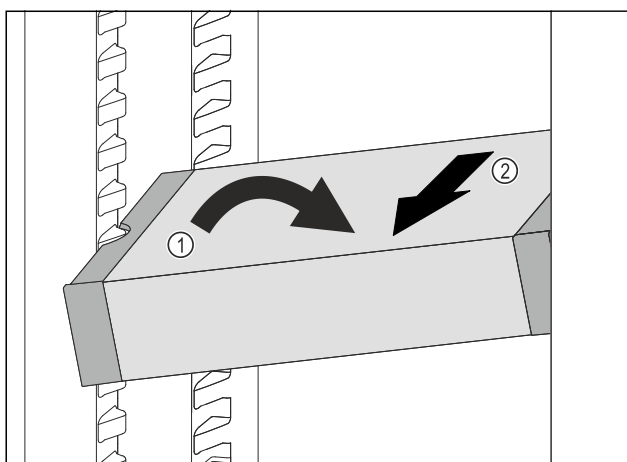

Fig. 180
- VarioSafe postavte v chladničce šikmo. Fig. 180 (1)
- VarioSafe odeberte směrem dopředu. Fig. 180 (2)